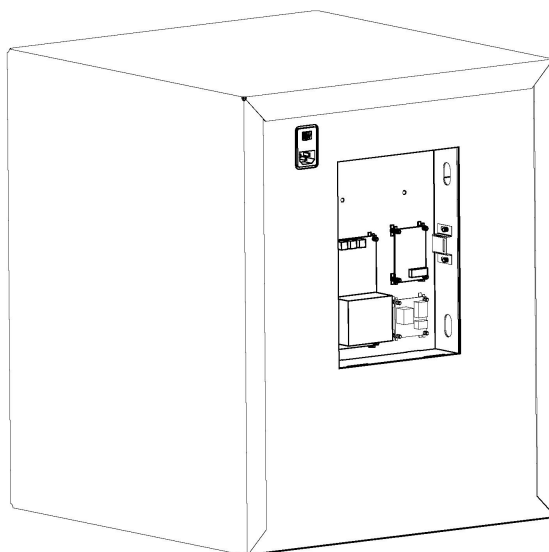

Рис.2 Расположение электронного блока управления
2. Откройте отсек ЭБУ (отсек ЭБУ находится на задней стенке темпокассы см. Рис.2).